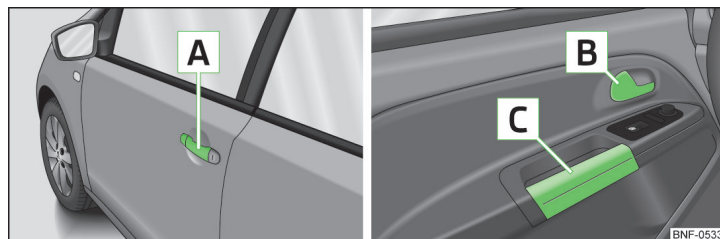

Fig. 26 Dørhåndtag
- Træk i dørhåndtaget  » Fig. 26 til den pågældende dør.